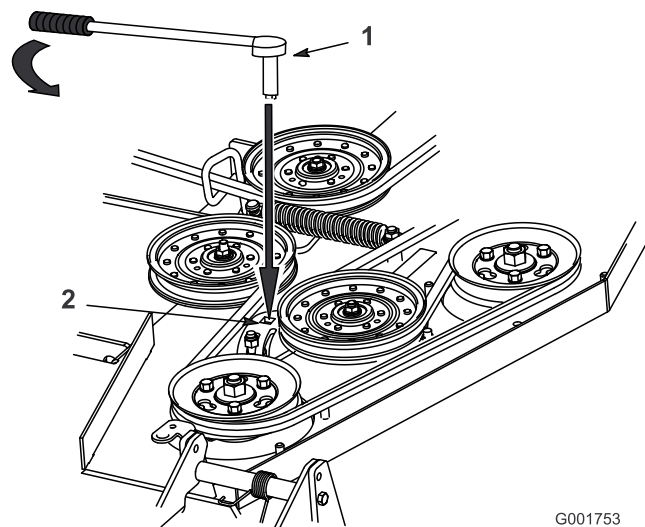

Figure 56
5. Si un réglage est nécessaire, desserrez la plaque du bras de tension et effectuez le réglage (Figure 56).
6. Insérez un manche à rochet ou une barre de levier dans le trou carré de la plaque pour régler la tension (Figure 56).
7. Pour augmenter la tension de la courroie, tournez le manche à rochet ou la barre de levier pour déplacer la poulie fixe jusqu'à ce que vous sentiez une résistance et que la poulie de tension rappelée par ressort cesse de bouger (Figure 56).
8. Tout en maintenant la courroie tendue, serrez les boulons de fixation de la plaque du bras de tension (Figure 56).
- Réglez la tension de la courroie et la plaque de la poulie de tension, le cas échéant, et serrez fermement toutes les fixations (Figure 56).